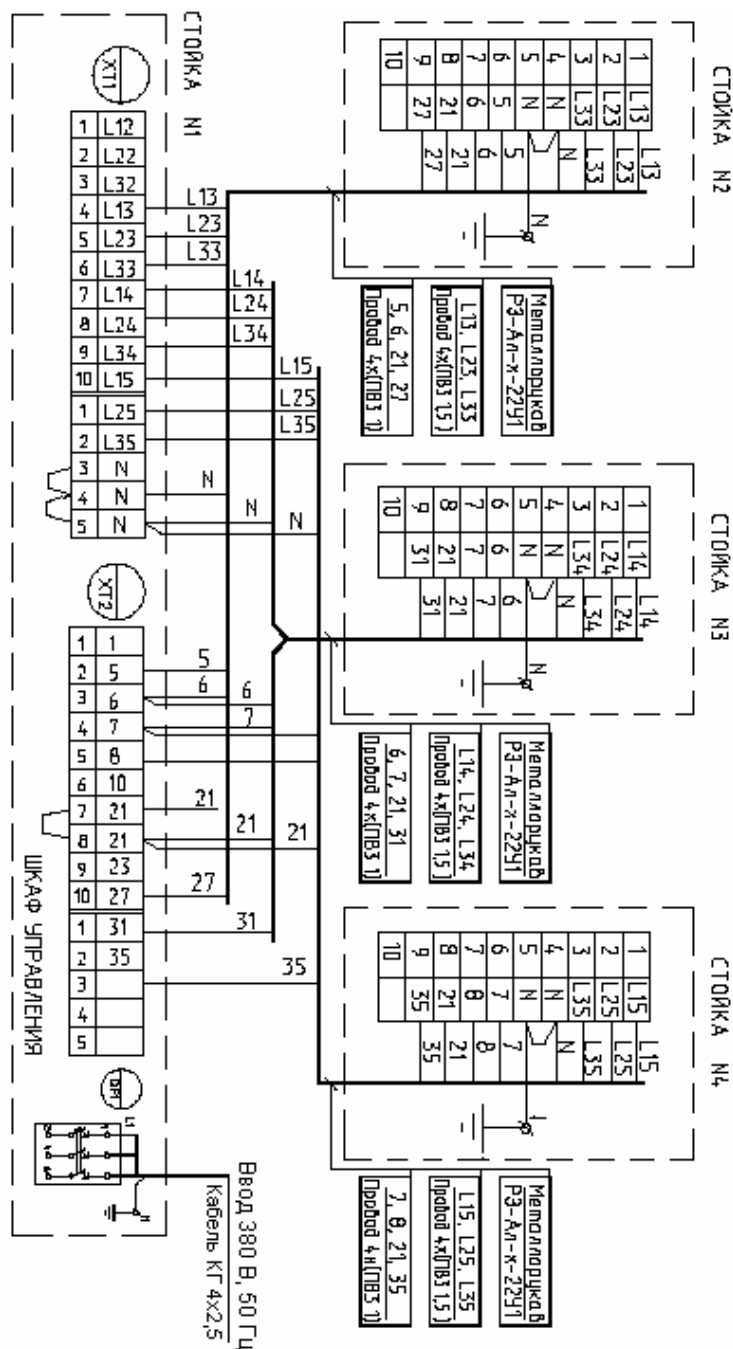

Рис. 4. Схема электрическая соединений подъемника ПЛ5
4.5. Перечень элементов схемы электрической принципиальной приведен в таблице № 1. Схема электрическая соединений приведена на Рис. 4.
4. Подключение стоек № 2, 3, 4 к шкафу аппаратному выполнить проводами марки ПВ3 по ГОСТ 6323-79, проложенными в металлорукаве марки РЗ-Ал-х-22У1 ТУ22-5570-83. Сечение токопроводящих жил проводов указаны на схеме соединений (см. Рис. 4).